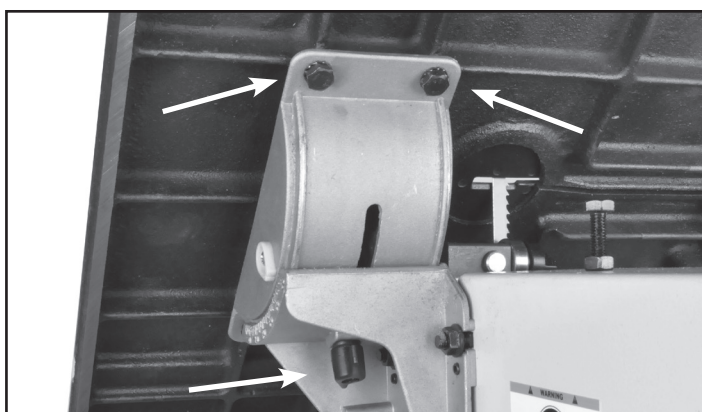

FIGURE 2
2. Rattacher la table au tourillon avec les quatre (4) boulons à tête hexagonale et les rondelles (#129, 128). Installez deux boulons à la droite de la lame et serrez-les seulement à la main. Ensuite, dévissez légèrement le tourillon avec l'écrou à oreilles (#113), inclinez la table à 45 degrés et installez les deux boulons à la gauche de la lame. Ne PAS serrer complètement les boulons tout de suite. Remettez la table en position horizontale. FIG. 2.